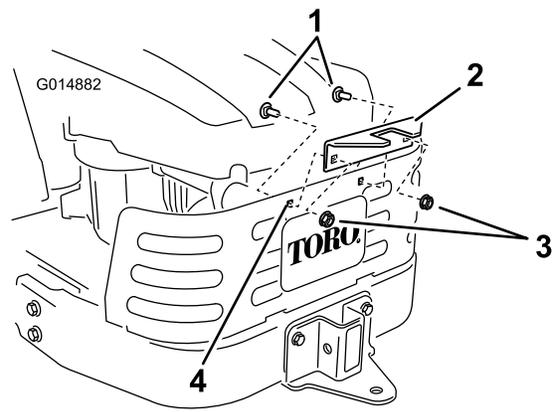

Figure 13
4. Montez le cadre du collecteur sur le support. Fixez le cadre du collecteur avec un axe de chape (1/2 x 2-1/4 po) et une goupille fendue (Figure 13).